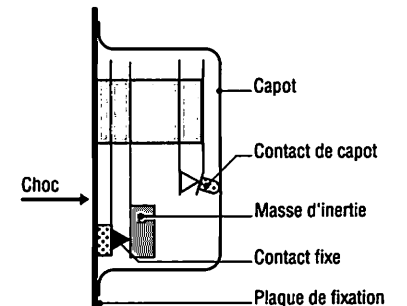

Fig. 9 : Contact à choc.
- des contacts à choc (fig. 9).